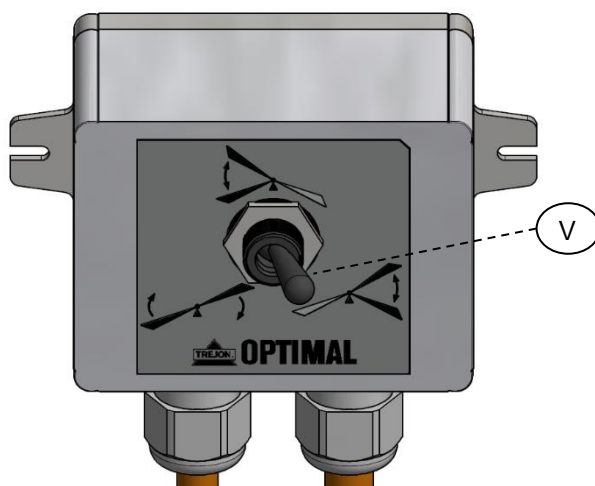

Abb. 31
Die Pflüge VPX180 und VPX220 werden mit einer Kontrollbox (**Art.-Nr. 330008**) geliefert. Der Kippschalter (V) der Kontrollbox – siehe Abb. 31 – kann in drei verschiedene Positionen gestellt werden: rechts, links oder Mitte.